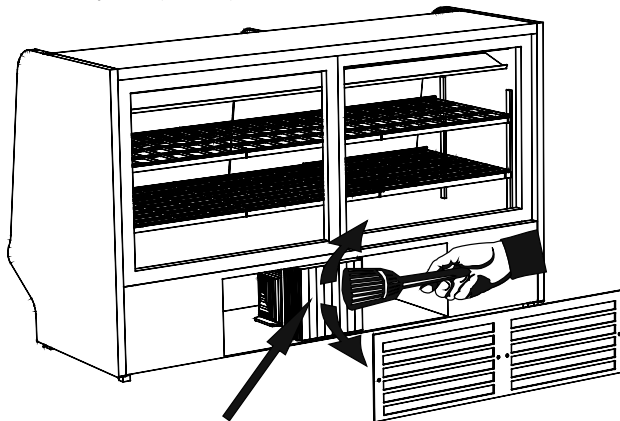

Рис.4
- конденсатор тщательно вычистить с помощью пылесоса, щетки или сжатого воздуха. (Рис.4)